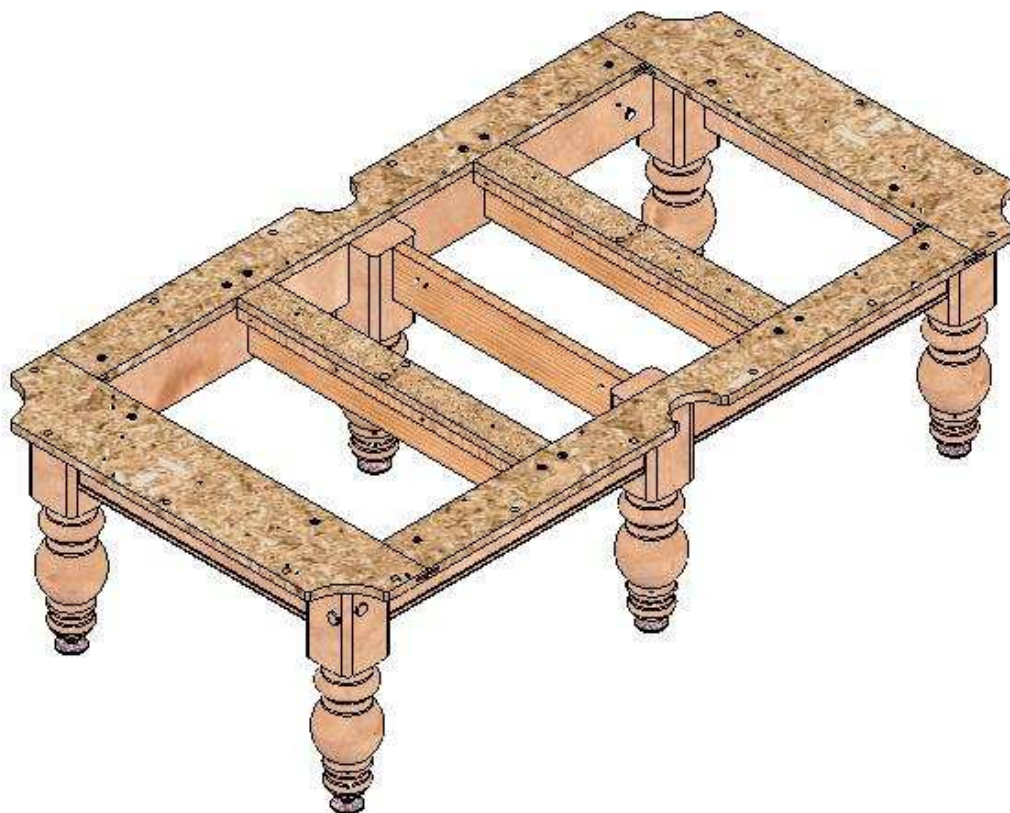

Рисунок 6.24
3. Уложите подложку на раму, проверьте правильность ее положения на раме, проверьте диагонали рамы, они должны быть равными (рис.6.24).